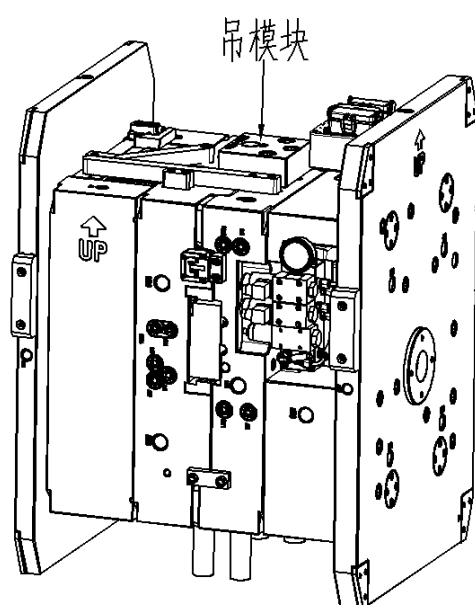

图 10-7 吊模块
4). 当模具重心处在分型面附近时, 则应设计吊模块, 如图 10-7 所示; 吊模块优先设计在_____侧, 避免将吊模块同时锁在_____板上。